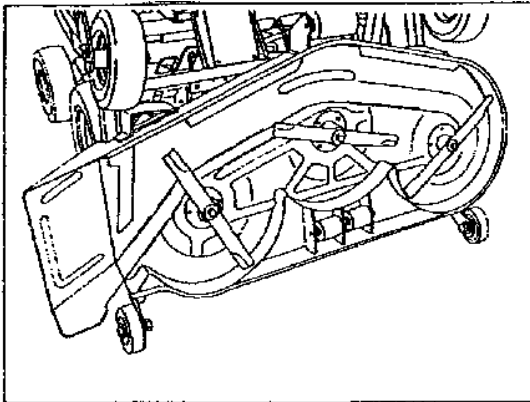

Figure 33
- 10. The Mower will be in maintenance position, Figure 33.
- 10. La tondeuse est maintenant en position d'entretien, Figure 33.